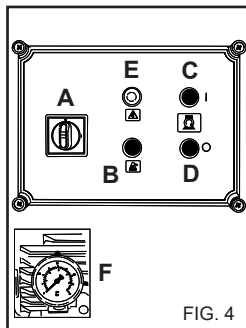

FIG. 4
- 4) Premere il Pulsante C) di Avviamento (Fig. 4).